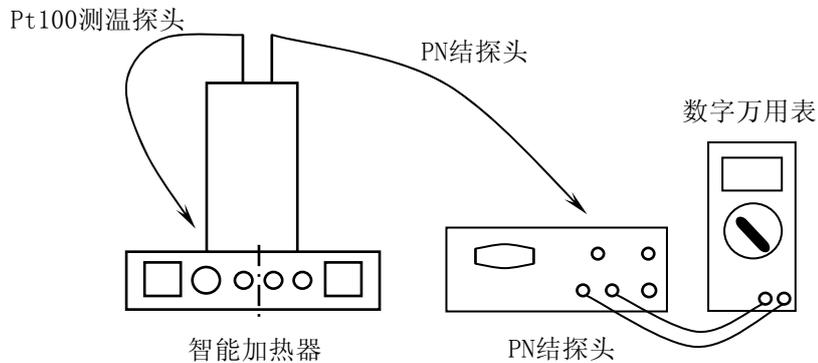

图 1 实验接线图
2. 将 PN 结传感器探头插入炉盖上任一边孔中，并按照下面线路连接。按图 1，将 PN 结探头插入加热器，另一端插入 PN 结温度测定仪机身后的 PN 结插口；数字电压表与 PN 结电压插口相连。